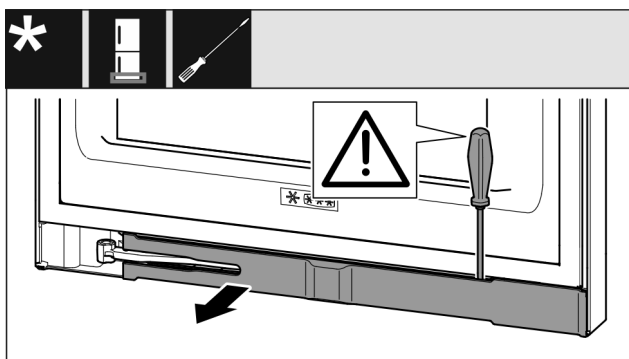

Fig. 13
- ▶ Paneel met de sleufschroevendraaier losmaken en naar de zijkant draaien. Fig. 13 ()